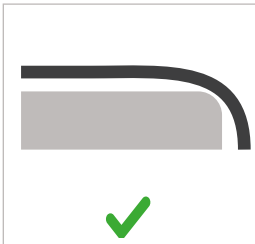
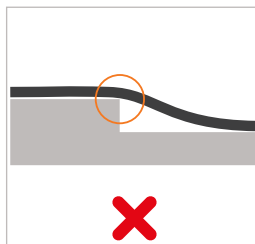

Abbildung 5
Abbildung 8
- ▶ Ziehen Sie den Druckschlauch nicht über scharfe Kanten (Abbildung 5 bis Abbildung 8).